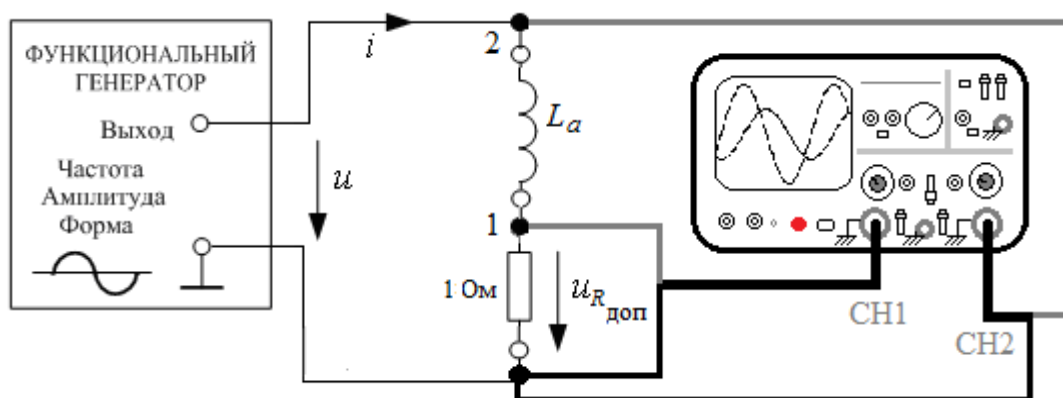

Рис. 1.2П
- Собрать цепь по рис. 1.2П. Получить на экране **ОСЦИЛЛОГРАФА** изображения кривых мгновенных значений напряжения и тока на идеальной индуктивной катушке L_a . Полученные изображения занести в отчет.